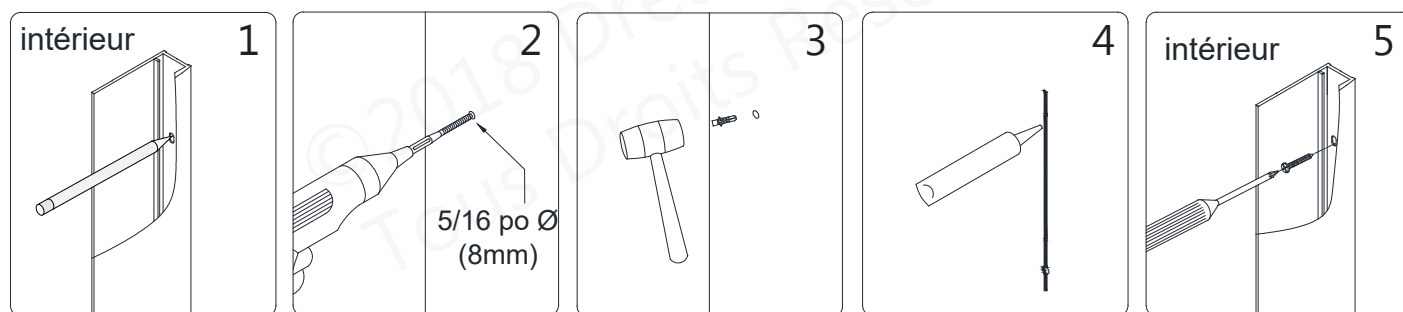

Fig 6
6. Retirez le profilé mural (N° 09) du **panneau vitré (N° 11)** muni du **profilé pour vitre (N° 10)**. Replacez le profilé mural (N° 09) sur les repères au mur et marquez les trous à percer à travers les **perforations du profilé mural (N° 09)**. Percez les trous dans le mur avec une mèche 5/16 po Ø (8 mm) et insérez les **ancrages muraux (N° 13)**. Appliquez du silicone à l'endos du **profilé mural (N° 09)** et autour des trous dans le mur. Fixez au mur le **profilé mural (N° 09)** avec une **vis à tête plate bombée ST4.2×40 (N° 15)**. **Fig. 6**